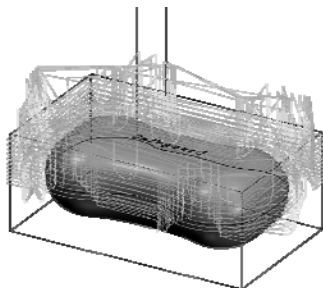

图 3-112 生成刀具轨迹
2) 单击鼠标右键确认，系统开始计算，稍后得出刀具轨迹如图 3-112 所示。